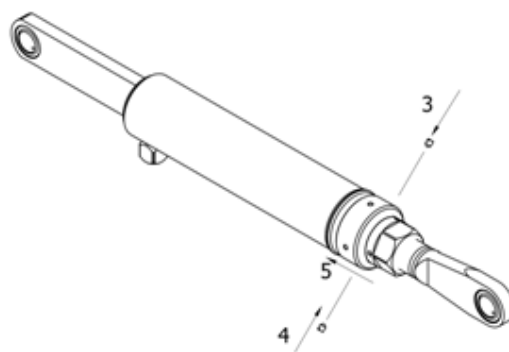

Bild 31. Anslag och dess låsskruv
2. Vippra ner bryggan och mät vinkeln (pos. 5, Bild 31). Justera till max 10°.
5. Drag fast låsskraven i anslaget (5). Se Bild 31. Zepro rekommenderar att låsa skruvarna med Loctite 243 eller motsvarande.